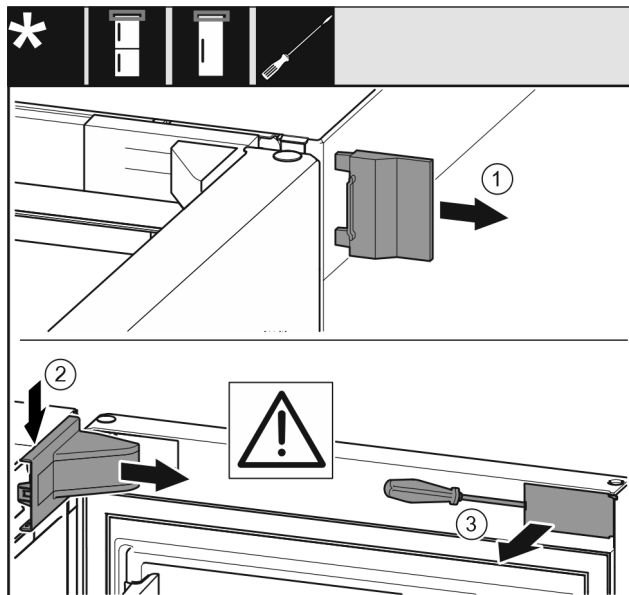

Fig. 9
- ▶ Sejměte vnější kryt. Fig. 9 (1)
- ▶ Odjistěte a uvolněte kryt stojanu ložiska. Sejměte kryt stojanu ložiska. Fig. 9 (2)
- ▶ Plochým šroubovákem vyjměte zásepku a otočte ji ke straně. Fig. 9 (3)